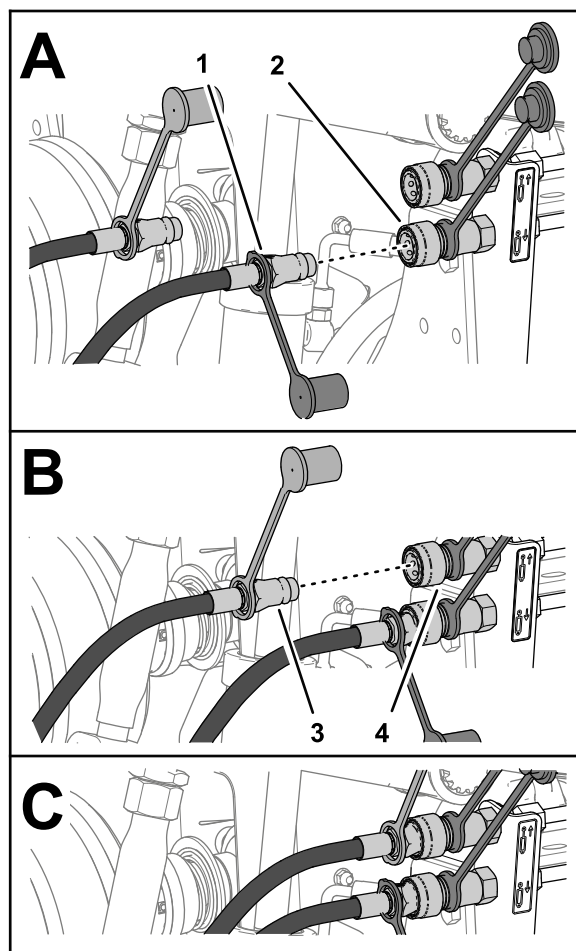

Figure 33
4. Branchez le raccord rapide du flexible de déploiement de vérin au raccord rapide du circuit d'abaissement d'accessoire arrière (**Figure 33**).